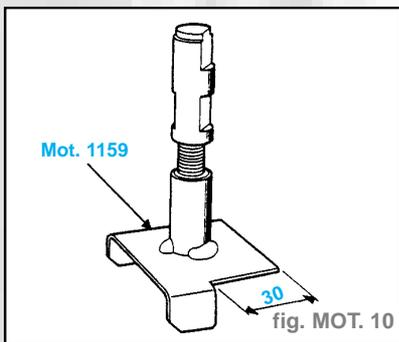

fig. MOT. 10
**Nota.** - Couper la base de 30 mm (fig. MOT. 10).
**Nota.** - couper la base du **Mot. 1159** de 30 mm (fig. MOT. 10).